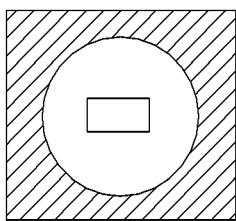

图 8-33 孤岛填充练习
- 2) 理解图案填充的“孤岛”概念，进行孤岛设置，完成如图 8-33 所示图形。